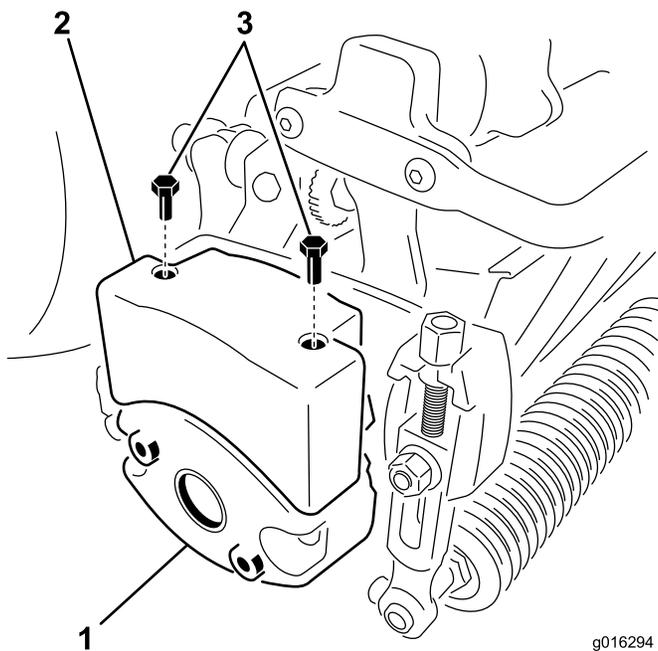

図 11
4. ウェイトをカッティングユニットの側面に固定しているボルト2本を外す図 11。
6. カッティングユニットのウェイトに上部ウェイトを取り付ける六角ヘッドねじ2本を使用する図 11。